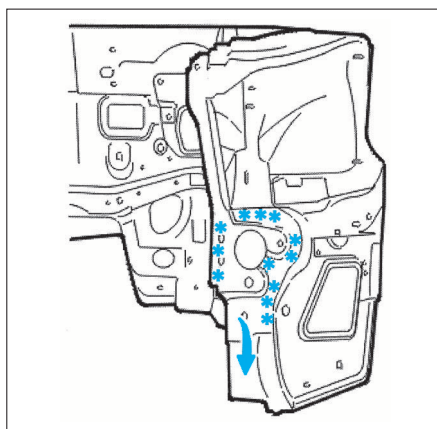

FIG. 15
- Fraiser les points de soudure électrique (Fig.15).